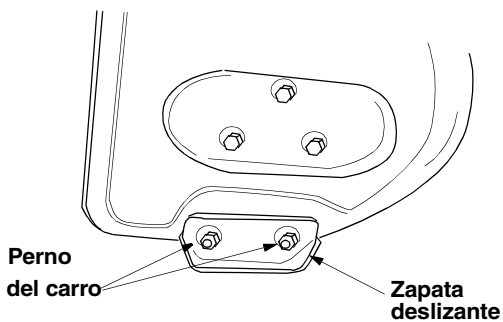

Figura 23
- Extraiga los cuatro pernos del carro, arandelas belleville y tuercas hexagonales que fijan las zapatas deslizantes a la limpiadora de nieve de dos lados. Vea la Figura 23.